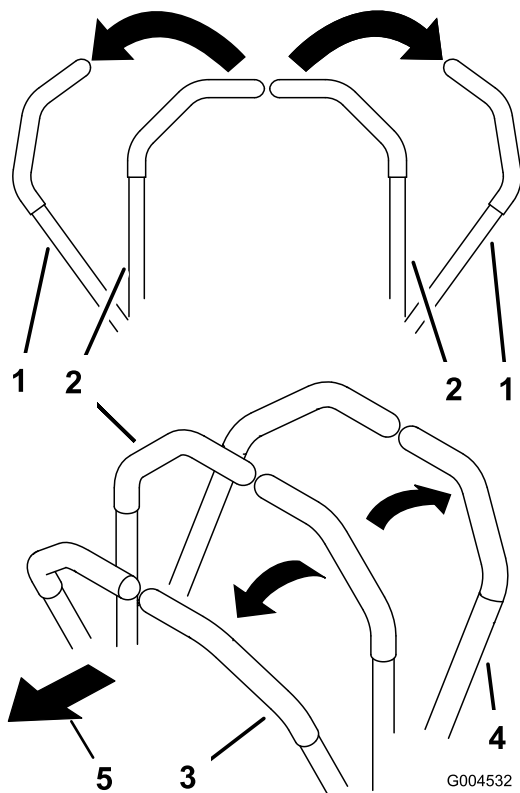

Figure 19
- Pour vous déplacer en ligne droite en marche avant, poussez lentement les leviers de commande de déplacement vers l'avant (Figure 19).
- Pour vous déplacer en ligne droite en marche arrière, tirez doucement les leviers en arrière (Figure 19).
- Pour tourner, ralentissez la machine en tirant les deux leviers en arrière puis poussez en avant le levier du côté opposé à celui que vous voulez prendre (Figure 19).